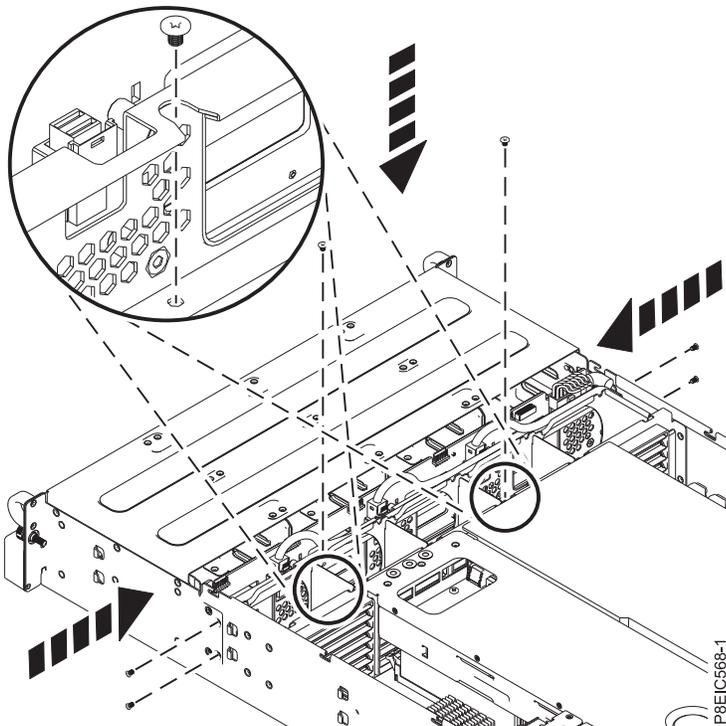

Figura 31. Substituindo os parafusos do painel traseiro da unidade de disco
5. Substitua os dois parafusos na parte inferior do painel traseiro da unidade de disco, conforme mostrado na Figura 31 na página 28.
6. Substitua 2 ou 4 parafusos nas laterais do chassi para prender o painel traseiro da unidade de disco, como mostrado em Figura 31.